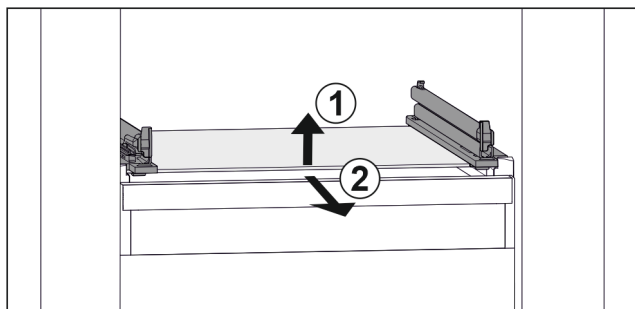

Fig. 97 Przykładowa prezentacja płyty szklanej
- ▶ Unieść płytę szklaną z przodu. Fig. 97 (1)
- ▶ Wyjąć płytę szklaną do przodu. Fig. 97 (2)